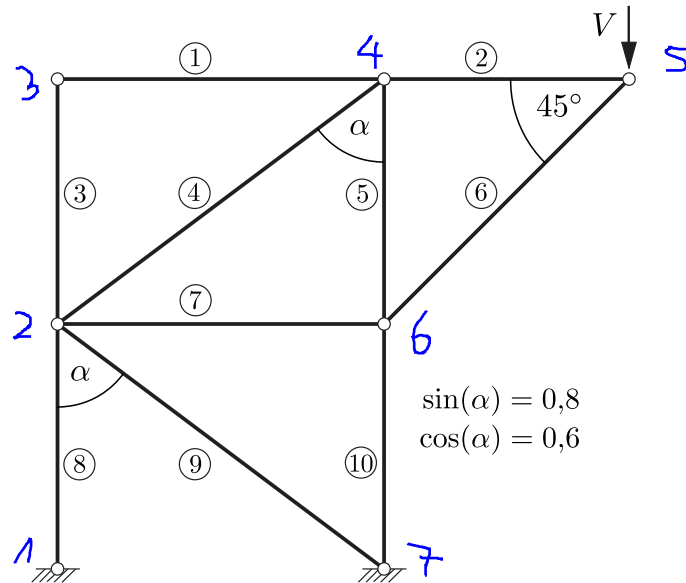

Abbildung 1: System und Belastung
Das dargestellte Fachwerk (s. Abb. 1) besteht aus quadratischen Stahl-Hohlprofilen der Güte S235 JR. Die Außenmaße der Profile sind bei allen Stäben gleich:  $h \times b = 0,16 \text{ m} \times 0,16 \text{ m}$ . Die Wanddicke  $t$  der einzelnen Stäbe ist unterschiedlich dimensioniert, um den verschiedenen Beanspruchungen gerecht zu werden.
Bestimmen Sie für das in Abb. 1 dargestellte System unter der angegebenen Belastung mit den in Tabelle 2 gegebenen Stab-Geometrien die folgenden Versagenswahrscheinlichkeiten:
- Fall II – Die Stäbe ④, ⑥ und ⑩ werden zusätzlich in Stabmitte konstruktiv gehalten (Knicklängenhalbierung).
Die Ziffern ①–⑩ sind als Nummerierung der Stäbe des Fachwerks in Abb. 1 eingeführt. Die von Ihnen berechneten Stabkräfte sollen in die folgende Tabelle eingetragen werden: